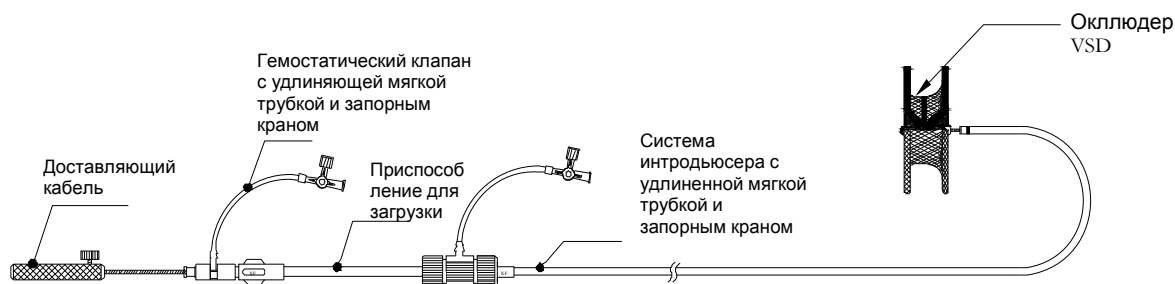

Рисунок 2 Окклюдер для закрытия ДМЖП HeartR™ и интродьюсер SteerEase™
• Интродьюсер SteerEase™ (см. Рис. 2)